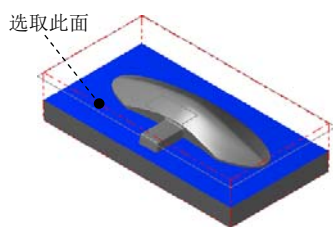

图 9.36 定义附着面
(1) 选择命令。选择下拉菜单 **绘图 (C)** → **曲面曲线 (V)** → **单一边界 (O)...** 命令。
(2) 定义附着曲面和边界位置。在绘图区选取图 9.36 所示的面为附着曲面, 此时在所选取的曲面上出现图 9.37 所示的箭头。移动鼠标, 将箭头移动到图 9.37 所示的位置单击鼠标左键, 此时系统自动生成创建的边界预览。单击 ☒ 按钮完成指定边界的创建。